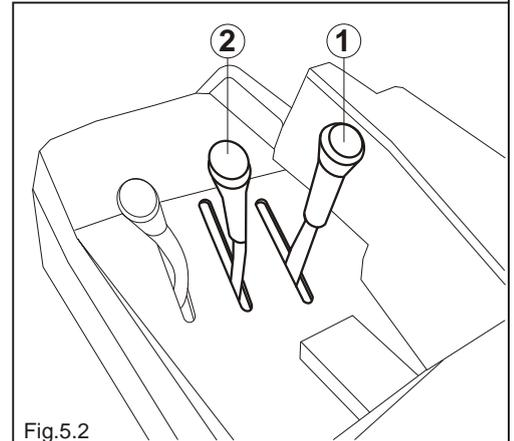

Fig.5.2
- Hebel **2** betätigen (Abb.5.2)